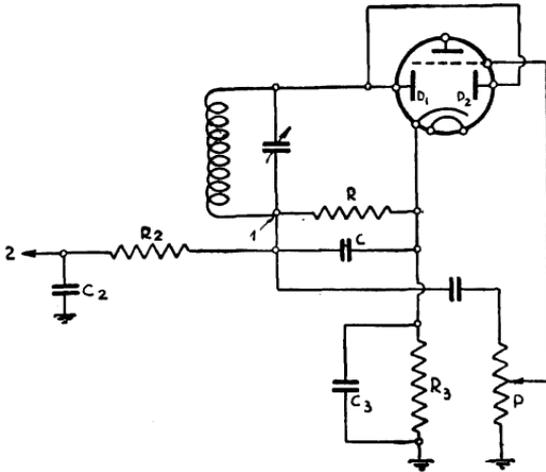
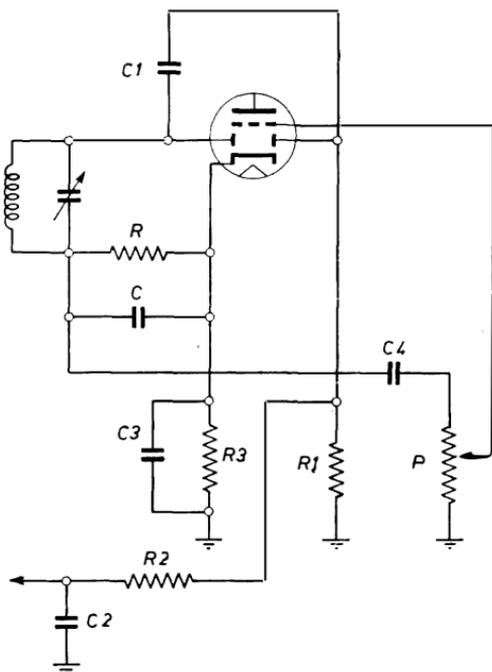

Fig. 5.2. - D1 e D2 sono uniti, la tensione CAV viene prelevata dalla tensione a BF ottenuta dalla rivelazione.
Fig. 5.3. - Collegando R1 a massa anziché al catodo si ottiene il «ritardo» del CAV e si evita che l'amplificazione venga ridotta anche per segnali deboli.
La fig. 5.2 illustra un altro esempio di circuito CAV. Il principio è identico; lo schema è soltanto un po' più complesso. Il segnale audio è ottenuto ai capi della resistenza fissa R , anzichè ai capi del controllo di volume. Il controllo di volume (P) è collegato ad un lato della resistenza R , tramite un condensatore. Il circuito CAV consiste della resistenza R_2 e del condensatore C_2 , del valore indicato.
A volte il circuito CAV è separato da quello di rivelazione; un esempio è quello di fig. 5.3. Le valvole rivelatrici sono generalmente provviste di due diodi, uno per la rivelazione e l'altro per il CAV; generalmente i due diodi sono collegati insieme, o viene utilizzato solo uno, per la rivelazione e il CAV. È però possibile dividere le due funzioni, e quindi affidare ad uno dei diodi la funzione di diodo CAV.
Il CAV è inattivo. La tensione per il CAV è zero, e la sensibilità del ricevitore è costante per tutte le emittenti. Quando è presente una evanescenza, essa non viene compensata da un aumento di sensibilità. Verificare l'emissione del diodo CAV con un provavalvole; controllare il condensatore C_1 , fig. 5.3, il quale può essere aperto o staccato. È raro che C_1 si guasti. Controllare i condensatori C_2 e C_3 , fig. 5.2, che possono essere in cortocircuito. Il controllo effettuato con l'ohmmetro può servire anche per stabilire se i collegamenti 1 e 2 sono a massa.
Nella fig. 5.2, la resistenza R_3 ; con la quale si ottiene la polarizzazione della griglia controllo, necessaria per l'amplificazione in BF, fornisce pure la polarizzazione del diodo CAV, e ciò semplicemente perchè la resistenza di griglia P è collegata a massa anzichè al catodo. Se fosse stata collegata al catodo, il CAV agirebbe senza alcun ritardo, e la sensibilità del ricevitore sarebbe massima solo in assenza di segnale, e risulterebbe diminuita anche per segnali deboli, rendendo difficile o impossibile la ricezione di emittenti lontane.
a) eliminando la polarizzazione negativa del diodo CAV collegando la resistenza R_1 direttamente al potenziale di catodo (fig. 5.3);
L'inerzia del CAV è dovuta all'eccessiva costante di tempo dei suoi organi componenti. È determinata dai valori delle resistenze e delle capacità dei suoi circuiti. Per cui, nel caso di fig. 5.2, occorre DIMINUIRE IL VALORE DEI CONDENSATORI C_2 e $C_{3,4}$ e, ove occorra, anche quello delle resistenze R_2 ed R_3 . Il valore di quest'ultime è generalmente di 0,1 megaohm, mentre quello dei condensatori va da un massimo di 0,25 μ F ad un minimo di 50 000 pF.